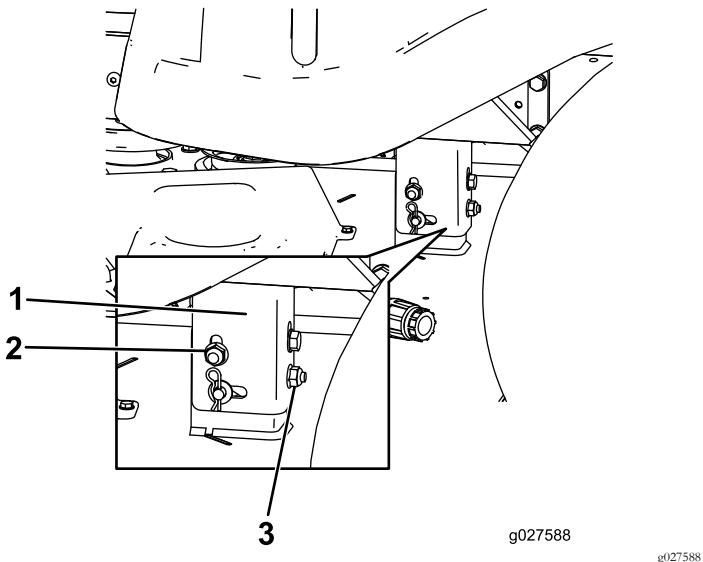

Figura 66
- Eleva o baje el lado izquierdo de la carcasa de corte girando la tuerca trasera (Figura 66).
**Nota:** Gire la tuerca trasera en sentido horario para elevar la carcasa de corte; gire la tuerca trasera en sentido antihorario para bajar la carcasa de corte. (Figura 66).